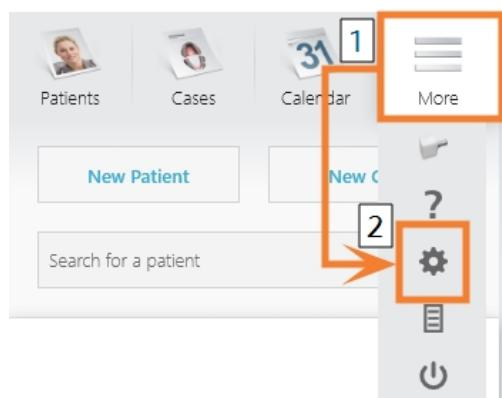

FIG. 16 APERTURA DELLE IMPOSTAZIONI IN TRIOS DESIGN STUDIO
7. Nella barra del menu, selezionare **Altro**. Nel menu a discesa, selezionare l'icona **Impostazioni** (Fig. 16 sotto).